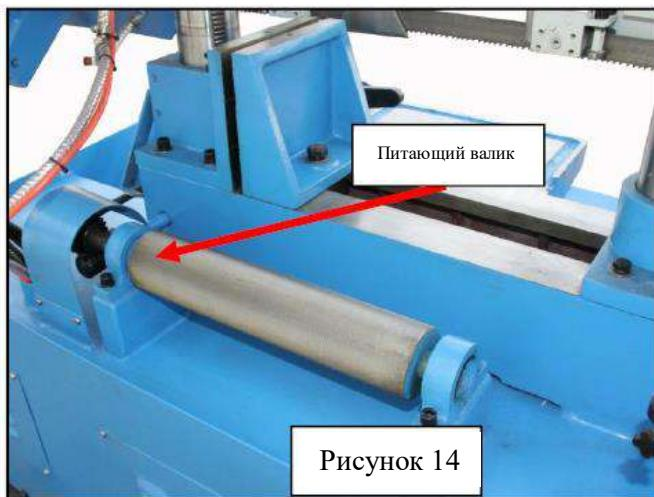

Рисунок 14
- (1) Поместите заготовку на валик (см. рисунок 14).